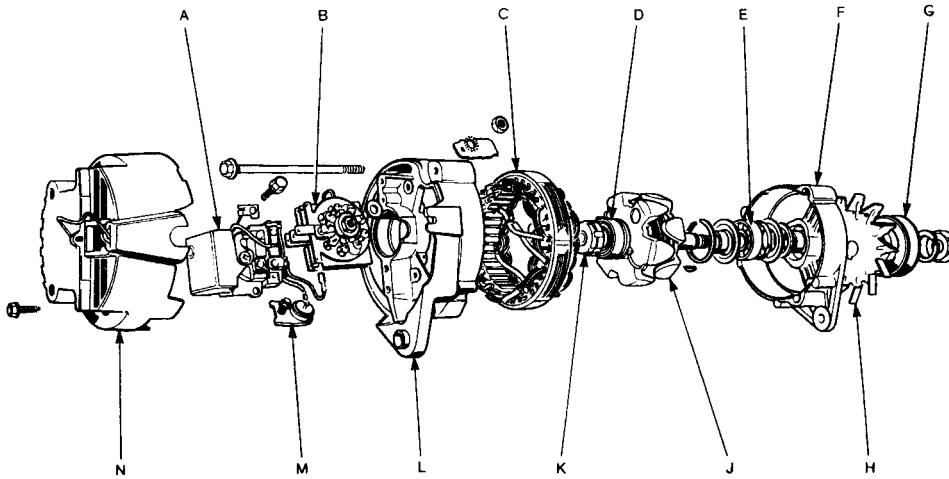

Рис. 10.1.
На различные модификации автомобилей GRANADA устанавливаются генераторы переменного тока BOSCH, LUCAS и MOTOROLA. Различия агрегатов показаны на рис. 10.1, 10.2 и 10.3. В генераторах установлен регулятор, который обеспечивает постоянное ограничение выходного напряжения на уровне 14 В (максимум), и световой индикатор, который срабатывает когда генератор выходит из строя. Регулятор настраивается при заводской установке и не нуждается в дальнейшем уходе.
1. См. рис. 10.1. Открутите и снимите 2 винта крепления крышки; снимите крышку.